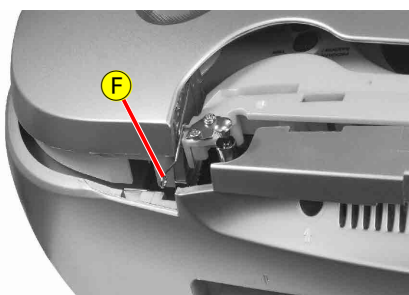

Fig. 4
- Beim Einbau die beiden Federn **F** (Fig. 4,5) für die Bedienklappe unter das Rückteil biegen.
- When reassembling bend the two springs **F** (Fig. 4,5) of the hinged cover below the rear panel.